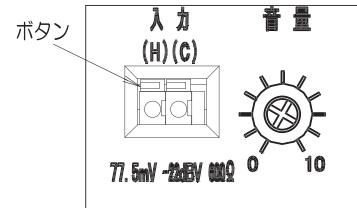

図4
- ・電線の接続、取り外しは差し込み穴の上のボタンを押しながら電線を差し込み、引き外しをするだけで容易に行なえます。（図4参照）